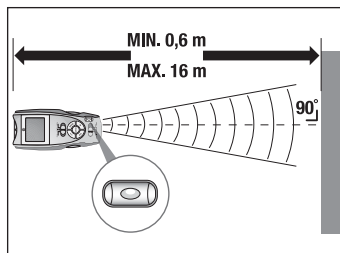
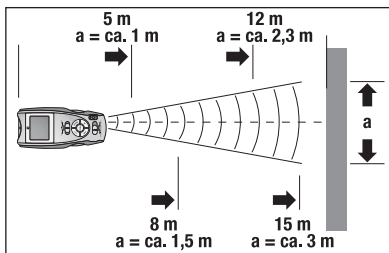

Fig. 1
Fig. 2
2. Tenez l'appareil à l'horizontale devant le mur dont vous voulez mesurer la distance par rapport à vous. L'émetteur/récepteur d'ultrasons 10 doit être orienté à angle droit vers le mur. Utilisez à cette fin le niveau à bulles: La bulle dans le niveau à bulles d'air 8 doit se trouver entre les traits de repère (voir Fig. 1).
Plus grande est votre distance par rapport au mur, plus est large la surface (a) que le Détecteur multifonctions à ultrasons peut mesurer (Fig. 2). Par conséquent, notez bien que le détecteur multifonctions doit toujours être orienté à angle droit sur une surface plane (Fig. 1 et 3). Veillez à ce qu'il n'y ait aucun objet dans la plage de mesure.